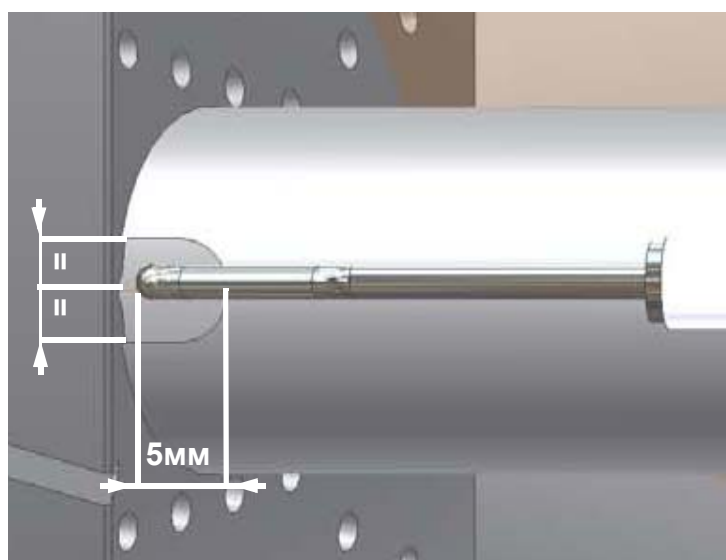

Рис. 25
- Проверьте запальный электроды, очистите, отрегулируйте и, при необходимости, замените (см. Рис. 25).
- 2) отсоединить кабель (CE) электрода (E);
- 5) вынуть электрод и заменить его, выдерживая размеры, указанные на Рис. 25.